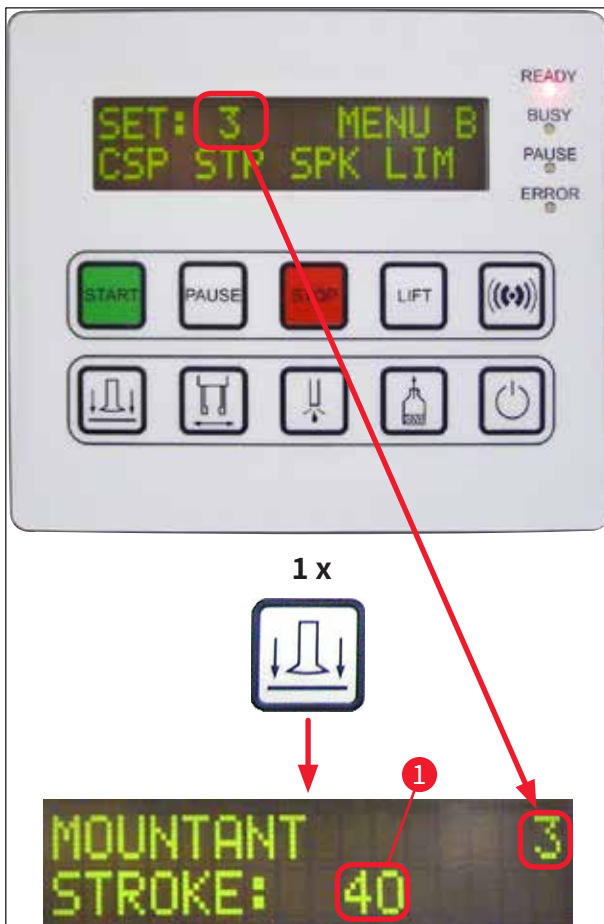

图 40
1. 若要修改盖玻片封固剂行程长度 (STK), 按下**释放盖玻片**按钮 (→ 图 40)。